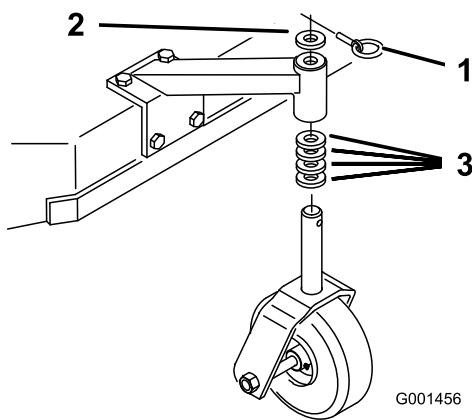

Figura 13
- Usando la Tabla de alturas de corte, ajuste los espaciadores de las ruedas giratorias según el taladro de eje seleccionado (Figura 13).
- Retire el pasador, retire la rueda giratoria del soporte y cambie los espaciadores (Figura 13).
- Instale la rueda giratoria en el soporte e introduzca el pasador (Figura 13).